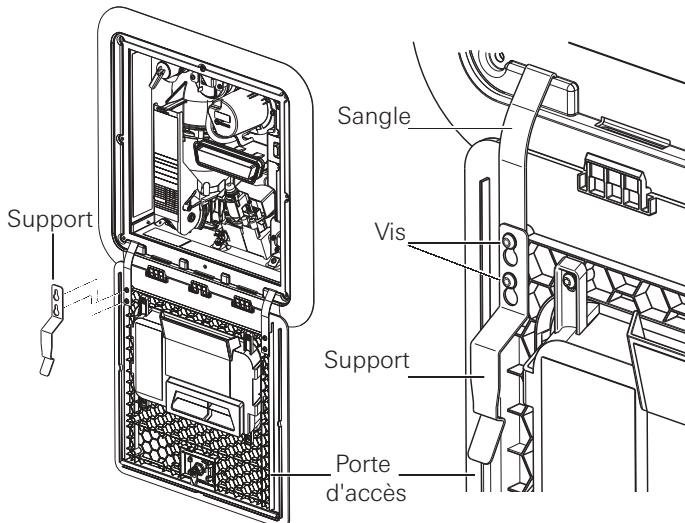

Fig. 2
3. Fixez le support à l'arrière de la porte d'accès, comme indiqué à la Figure 2.